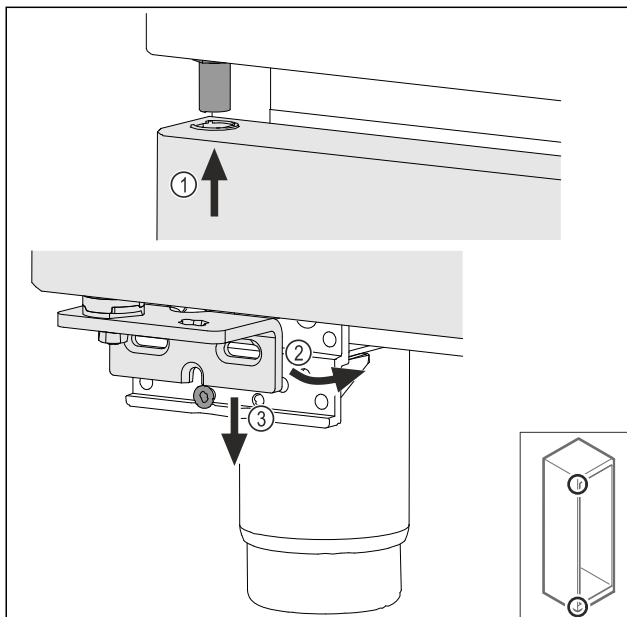

Fig. 74
- Luta dörren något och lirka in den upptill Fig. 74 (1), rätta upp dörren Fig. 74 (2) och sätt den på lagerbockskraven Fig. 74 (3) nedtill.